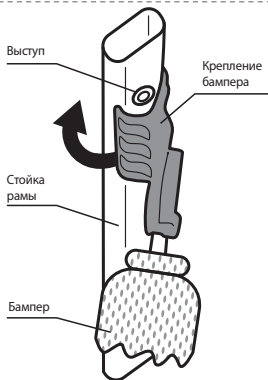

Рис. 4 Крепление бампера
4.11. В коляске предусмотрено быстроразъемное страховочное ограждение для ребенка (бампер) (9) (рис. 1), который крепится за стойки рамы с внутренней стороны (рис. 4). Выступ на раме должен попасть в отверстие на креплениях бампера.